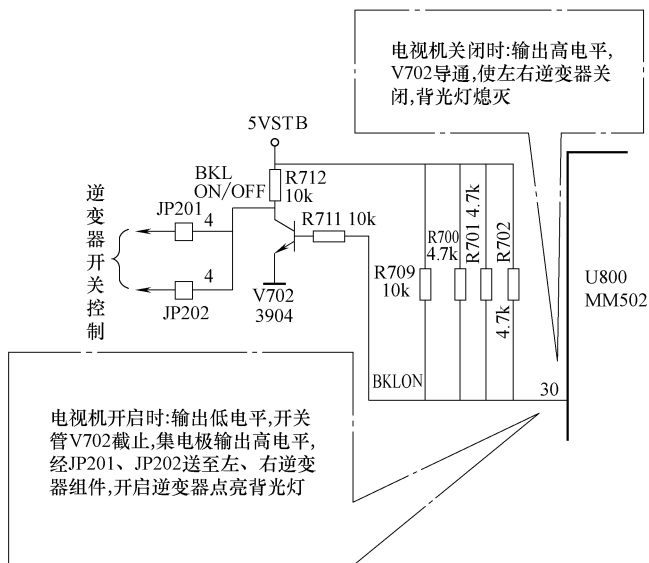

图 4-55 背光灯开关电路控制原理分析图
(6) 背光灯开关电路控制原理
长虹 LS10 型机心 MM502 的③脚为背光灯开关控制输出端。在电视机开启或关闭时, 通过 MM502 的③脚输出高电平或低电平来对背光灯进行控制, 如图 4-55 所示。